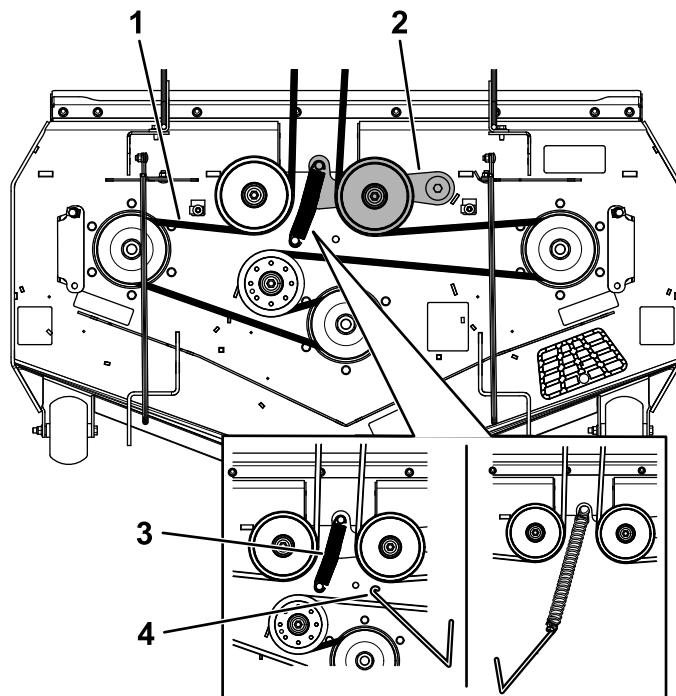

Figura 61
molla di rinvio dal gancio del piatto di taglio per eliminare la tensione dalla puleggia tendicinghia (Figura 61).
8. Montate la nuova cinghia attorno alle pulegge del tosaerba (Figura 61).
9. Montate la molla di rinvio sul perno del piatto (Figura 61).